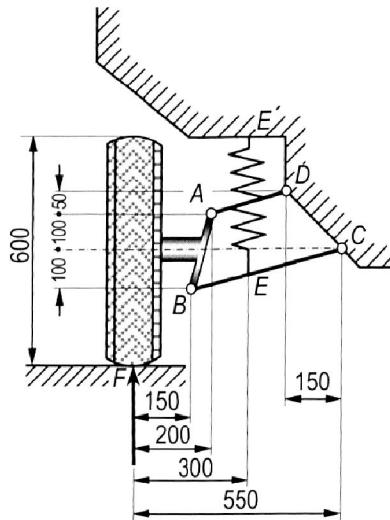

Bild 6.11: Aufhängung eines Kfz-Rades
2. In **Bild 6.11** ist die Radaufhängung an einem Kfz dargestellt. Die Radauflagerkraft beträgt $F = 4,5 \text{ kN}$. Man bestimme die Gelenkkräfte \vec{F}_A , \vec{F}_B , \vec{F}_C , \vec{F}_D und die Federkraft \vec{F}_E .